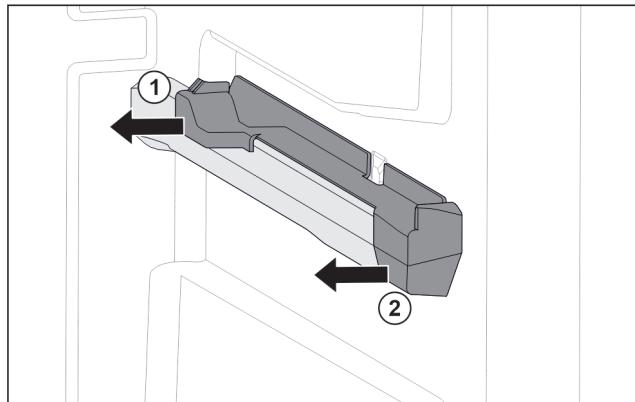

Fig. 97 Вставная часть на правом контейнерном ребре
- Отодвните вставную часть сзади в сторону. Fig. 97 (1)
- Отодвните вставную часть спереди в сторону. Fig. 97 (2)